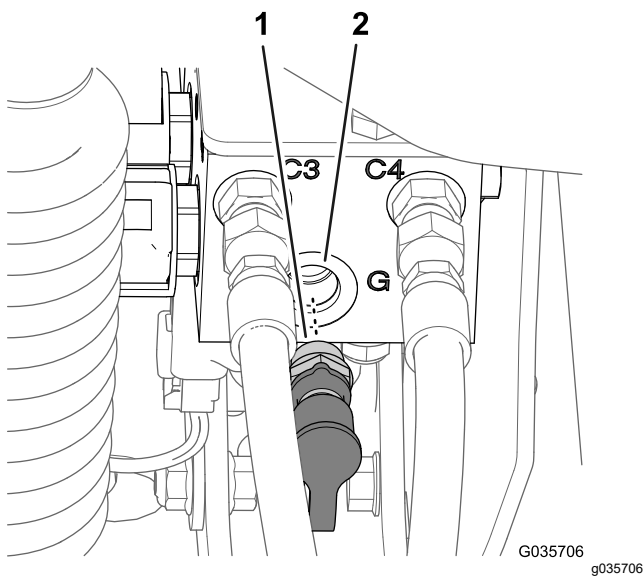

图 10
4. 从旧提升油缸歧管的 G 端口拆下诊断接头和接头帽图 10。